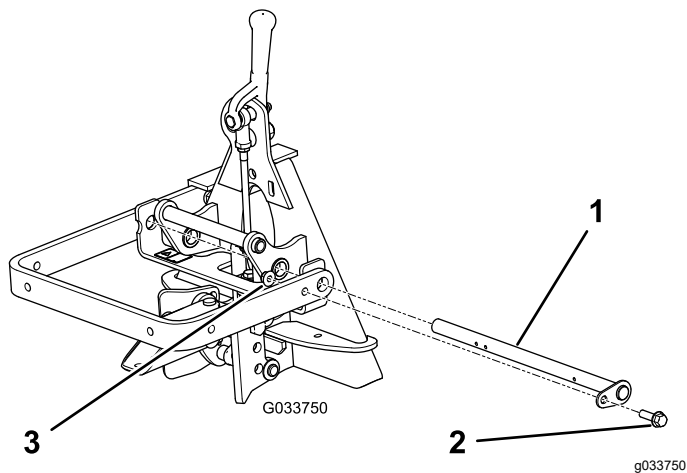

图 5
2. 穿过孔插入枢轴杆图 5。
3. 将卡环板上的孔与提升臂上的孔对齐然后安装法兰头螺栓和法兰螺母图 5。